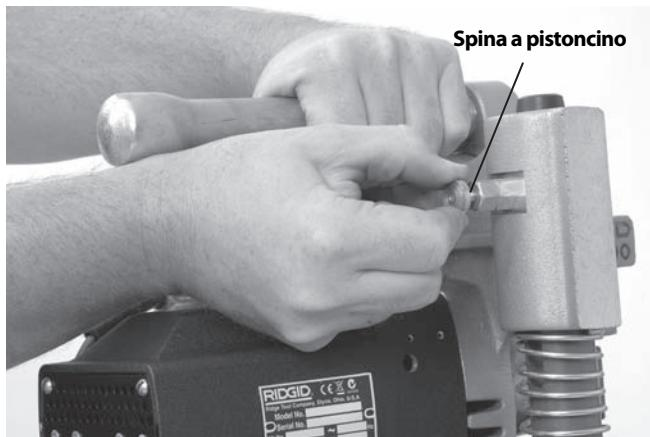

Figura 7 – Separazione dei gruppi: base e del motore
- Parti rotte, usurate, mancanti, disallineate o leganti. Assicurarsi che il gruppo motore si muova agevolmente e liberamente in su e giù lungo gli alberi del gruppo base. Verificare che la catena e maniglia girevole si muovano liberamente. Sulla HC-300, verificare che la spina a pistoncino funzioni correttamente e che mantenga il gruppo motore ancorato sul gruppo base (Figura 7).
- Con il Foratubi HC-300 su una superficie stabile e sicura, tirare la spina a pistoncino sul retro del montante sinistro (*Figura 7*) ed estrarre il gruppo motore dal supporto base.